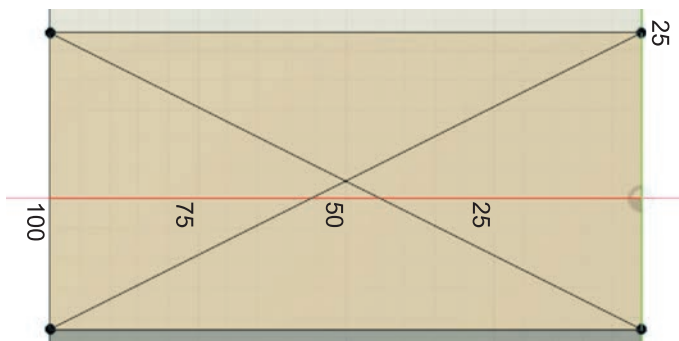

Рис. 33. Изображение диагоналей
2.3. Нам необходимо изобразить окружность в центре данного прямоугольника. Для этого с помощью инструмента **Line** проведём две диагонали (рис. 33).